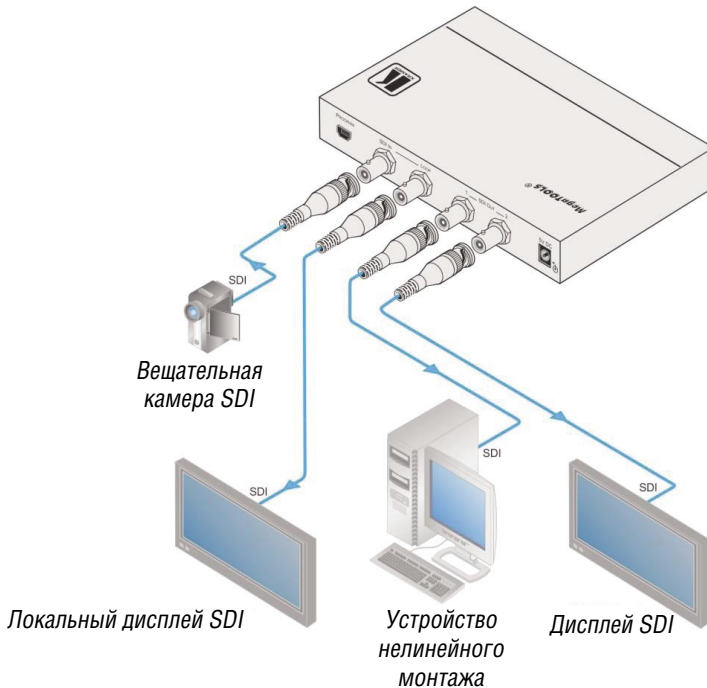

Рис. 2. Подключение масштабатора SD/3G HD-SDI VP-470
Чтобы подсоединить **VP-470** в соответствии с примером, показанным на рис. 2, действуйте в следующем порядке:
5. Подсоедините сетевой адаптер на 5 В постоянного тока к разъему 5V DC и к электросети (не показано на рис. 2).